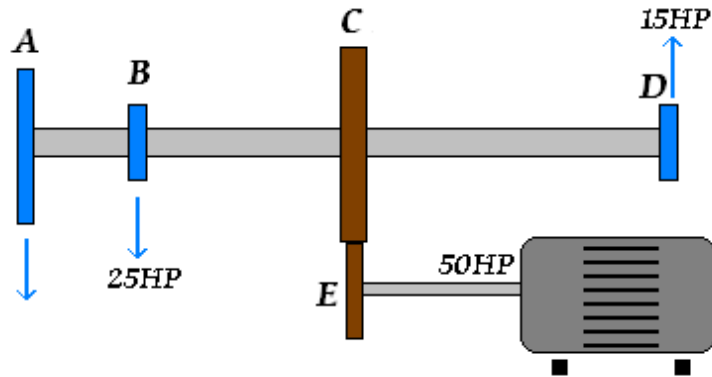

Figura 1: Esquema para P1.
Como se observa en la figura 1, el sistema cuenta con un par de engranes y tres poleas para las máquinas. Tanto el engrane mayor (C) como las tres poleas (A, B, D) están unidas a un mismo eje,  $\overline{AD}$ , el cual tiene un diámetro de  $2''$ . El diámetro del eje del motor es de  $1''$ .